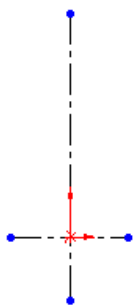
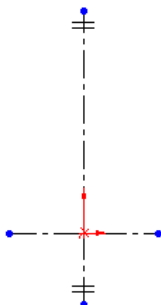

图 3-161 绘制的中心线
图 3-162 动态镜向草图
**05** 绘制中心线。在菜单栏中选择“工具”→“草图绘制实体”→“中心线”命令，绘制通过原点的水平和竖直中心线，如图3-161所示。
**06** 设置动态绘制草图。在菜单栏中选择“工具”→“草图绘制工具”→“动态镜像”命令，单击图3-161中的竖直中心线，此时草图如图3-162所示，进入动态镜像草图绘制状态。